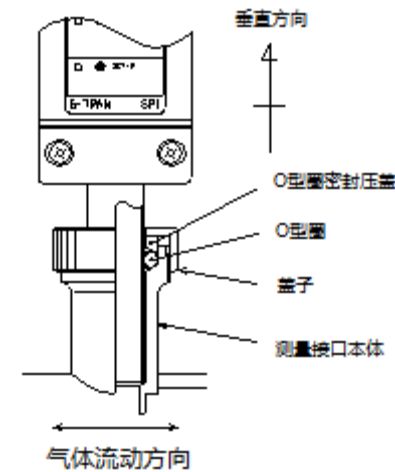

图2-2.SP1的安装
- 安装时，请将规管安装开口面置于与气体流动平行的位置。尤其要注意勿使气体等呈射束状进入规管内部。(请对照图2-2)
- 安装时，灯丝的摆放应尽量保持与重力垂直的方向。(请对照图2-2)